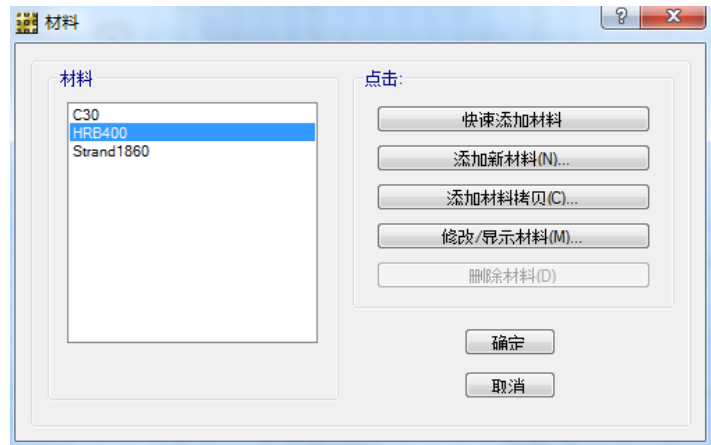

图9 材料对话框
A. 点击命令 **定义菜单 > 材料** 打开材料对话框，如图 9 所示。